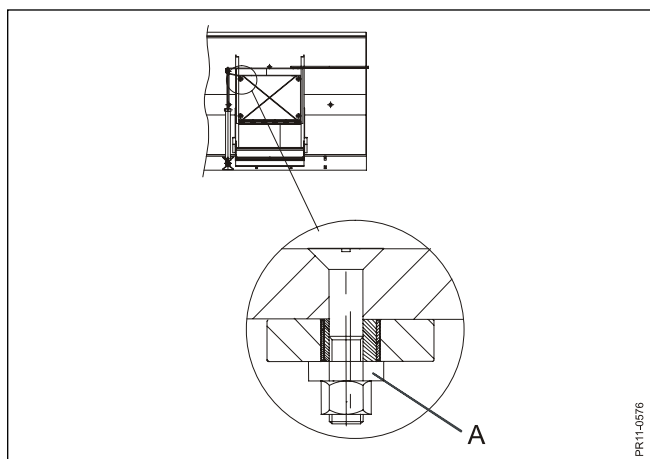

Fig. 9.8
**Fig. 9.8** Rullarna vid luckan bör kontrolleras 1 gång per 6 mån. och eventuellt justeras. Muttern lossas och rullen kan justeras ut emot kanten med hjälp av excentern (A) Luckan skall röra sig parallellt med styrningen med minsta möjliga spel mellan rullar och kant.